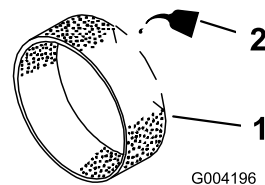

Figura 45
3. Ponga una o dos onzas de aceite en el prefiltro (Figura 45).